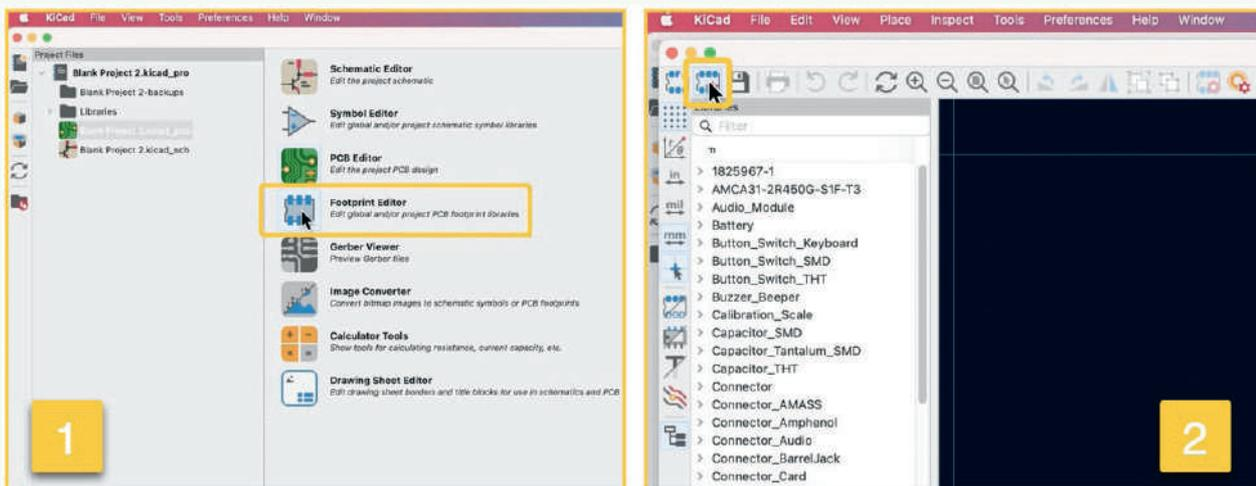

Bild 1. Starten des Footprint-Assistenten.
Mit dem Footprint-Wizard können Sie schnell und einfach einen benutzerdefinierten Footprint für einen Standardsatz von Komponenten erstellen. Nehmen wir an, Sie möchten einen benutzerdefinierten Footprint für ein DIP-Bauteil erstellen. Starten Sie im KiCad-Projektfenster (Bild 1) den *Footprint Editor* (1) und klicken Sie dann auf die Button *Footprint Wizard* (2). Wählen Sie aus der Liste der verfügbaren Generatoren im Assistenten die Zeile 8, *S-DIP*.